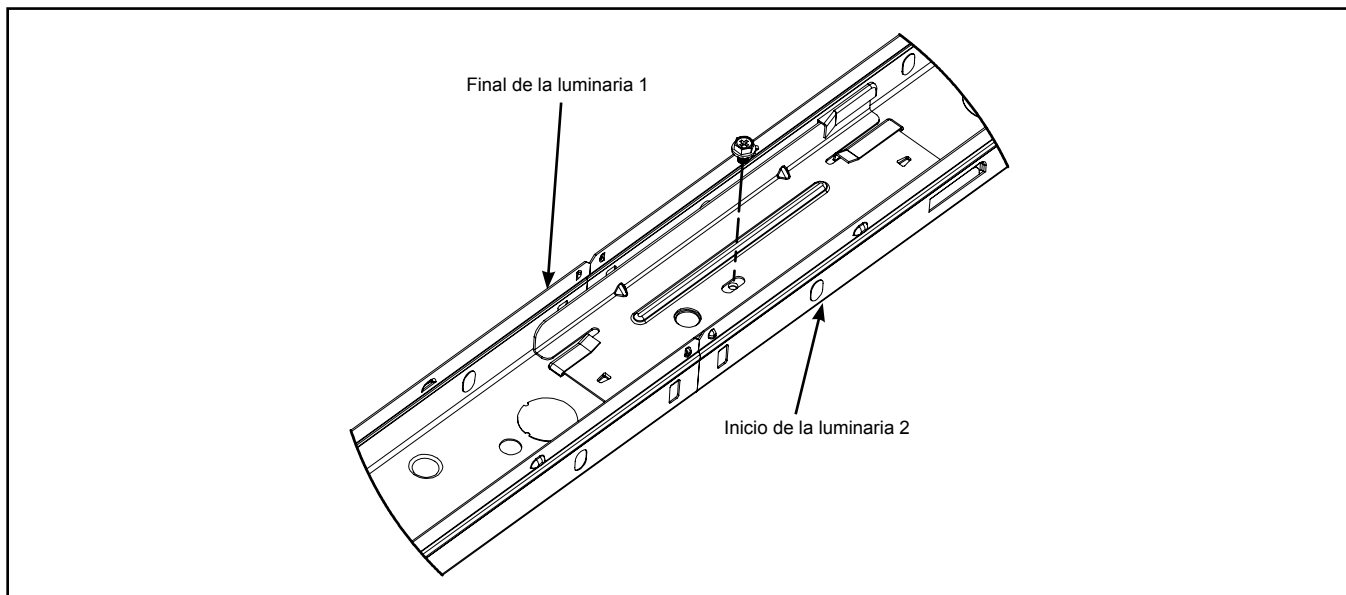

Figura 4
- Deslice el otro extremo del soporte en la luminaria que desea montar en hilera. Luego, use los tornillos incluidos para sujetar el soporte en su lugar (Figura 4).